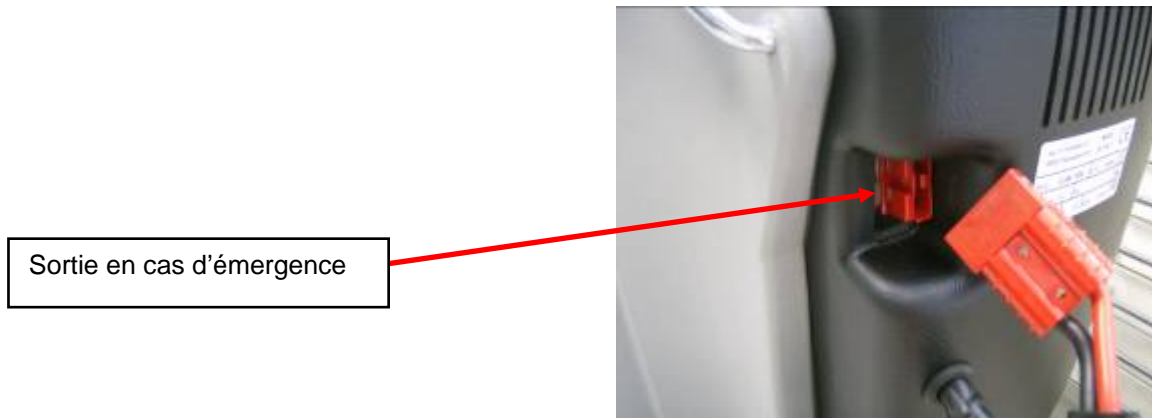

FIGURE 3.1
- **Prise d'alimentation** (figure 3.1), la même utilisé pour la charge de la batterie. En cas d'urgence, cette prise peut être sortie de la fiche en agissant sur la manche. Avant d'utiliser la machine l'opérateur doit familiariser avec l'utilisation du système de sécurité ainsi qu'en cas d'urgence l'utilisation soit automatique. Ne pas rétablir le système de sécurité avant de résoudre l'inconvénient et si nécessaire demander l'aide d'un technicien spécialisé.